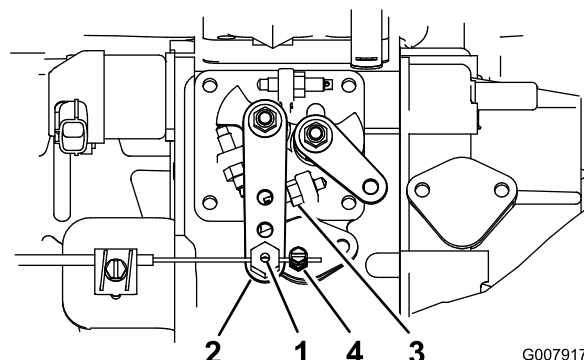

Bild 62
2. Lockern Sie den Anschluss des Gaszugs neben dem Hebel der Einspritzpumpe (Bild 62).
3. Halten Sie den Hebel der Einspritzpumpe gegen den Anschlag für den hohen Leerlauf (Bild 62).